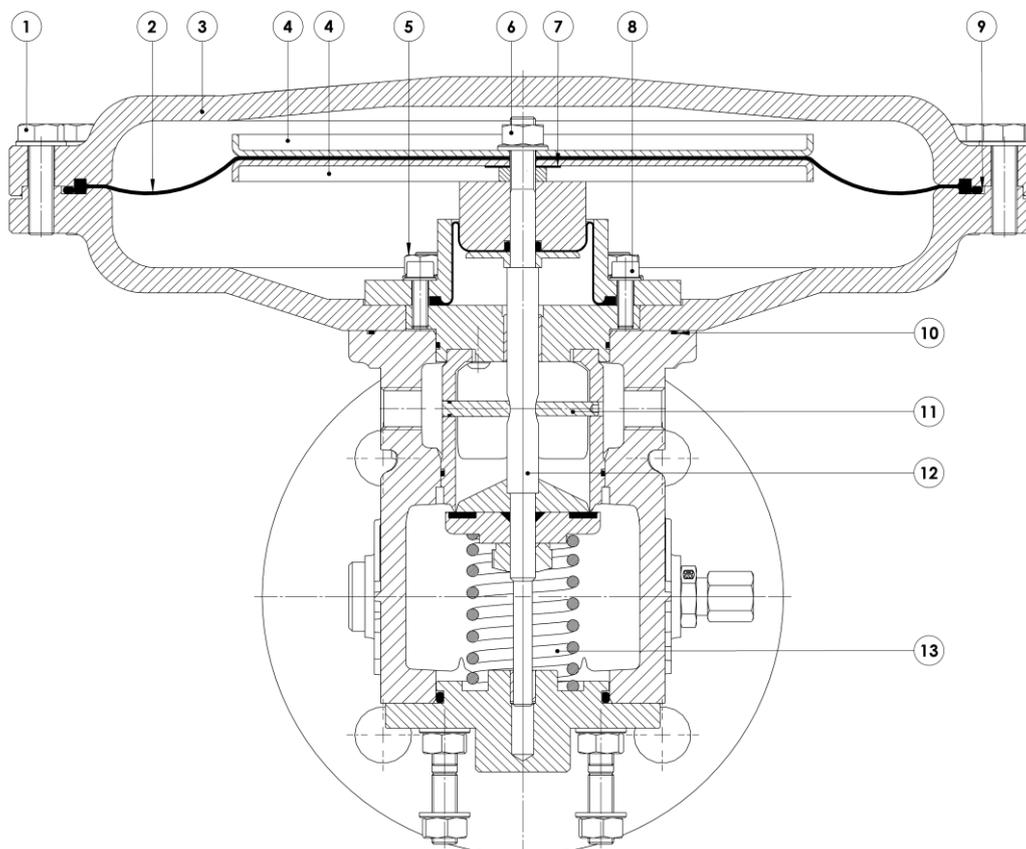

Abb. 1
- 1x P90941 - O-Ring zum Abdichten von Membrangehäuse (Abb. 1, pos. 9)
- 1x P92007 - Gummiring zum Abdichten von Membrangehäuse (Abb. 1, pos. 7)
- 1x P90937 - O-Ring zur Abdichtung von Membrankasten und Reglergehäuse (Abb. 1, pos. 10)
Entfernen Sie die Prozessleitung vom oberen Anschluss und entfernen Sie den Blindstopfen an der Oberseite des Reglergehäuses (die Sperrwelle wird von hier entfernt). Alle M8-Schrauben (1) gleichmäßig lösen (siehe Abbildung 1, Seite 4). Die Schrauben und Unterlegscheiben nicht entfernen, sondern so positionieren, dass sie zum gleichen Zeitpunkt wie das obere Membrangehäuse (3) entfernt werden. Legen Sie das Membrangehäuse so ab, dass die Schrauben in ihren Löchern positioniert bleiben. Entfernen Sie die M8-Mutter (6) mit der Unterlegscheibe. Die Hauptmembran (2) mit ihren beiden Untertassen (4) entfernen, so dass der Einsteckmodul (12) sichtbar wird. Die vier M8-Muttern (5) lösen und mit der entsprechenden Unterlegscheibe entfernen. Der Einsteckmodul (12) gerade nach oben aus der Reglergehäuse herausziehen. **ACHTUNG! Achten Sie darauf, dass sich das untere Membrangehäuse nicht aus der Position bewegt!**
Die Sperrachse (11) muss so positioniert werden, dass sie mit den beiden Gewindebohrungen in der Seite des Reglergehäuses übereinstimmt (siehe Abbildung 1). Mit dem Aufkleber auf der Einsteckmodul zur Auslassseite hin ist dies gewährleistet.